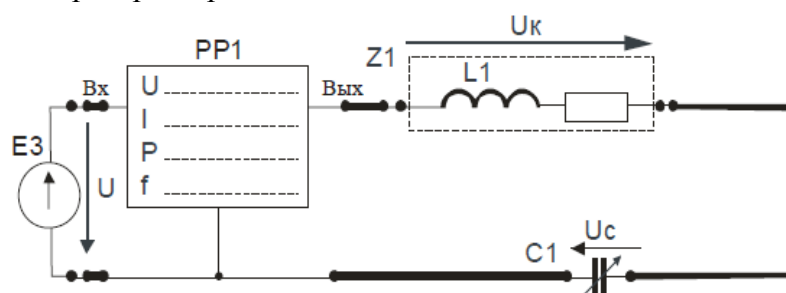

Рис.21.
1. Собрать электрическую цепь с последовательным соединением элементов (рис. 21) и предъявить её для проверки преподавателю.